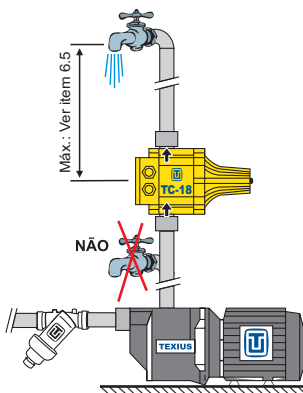

Figura 1
6.1 Não instalar pontos de consumo entre a bomba e o pressostato (ver figura 1)
6.5 Quando houver pontos de consumo acima do pressostato, o desnível máximo entre eles deverá ser inferior à pressão de religa (ver figura 1).